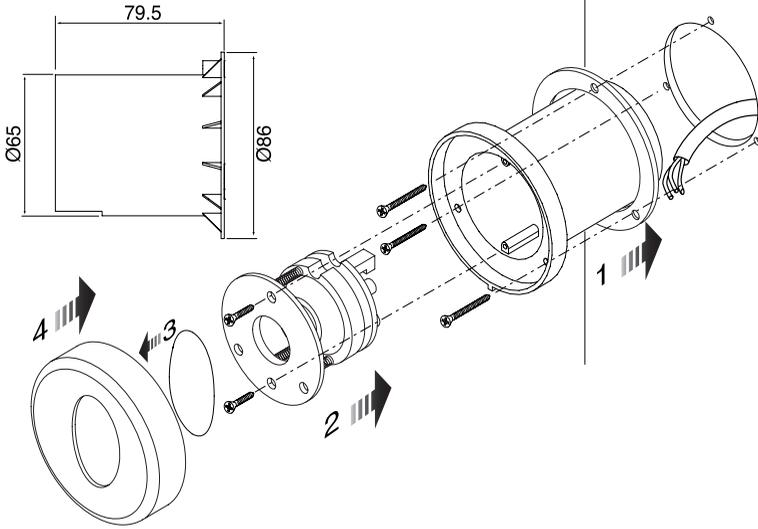

Fig. 3
zur Verfügung, fordern Sie bitte die Spezialständer aus Metall an. Sie lassen sich mit drei Spreizdübeln direkt auf einer Betonunterlage befestigen (Abb. 3). Die perfekte Ausrichtung wird ermöglicht durch die Einstell-Länglöcher in der Basis.
pidas las columnas metálicas correspondientes. Las columnas se pueden fijar directamente sobre una base de hormigón con tres tacos de expansión (fig.3).
- se não houver algum pilar ou muro em que fixar as fotocélulas, peça as colunas metálicas especiais. As colunas podem ser fixadas directamente sobre uma base de betão com três parafusos de expansão (fig.3).